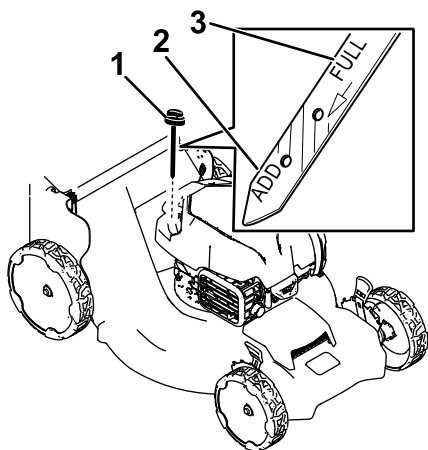

Figura 23
3. Retire la varilla girando el tapón en el sentido contrario a las agujas del reloj y tirando del mismo (Figura 23).
4. Ponga la máquina de lado (con el filtro de aire hacia arriba) para drenar el aceite usado del tubo de llenado de aceite (Figura 23).